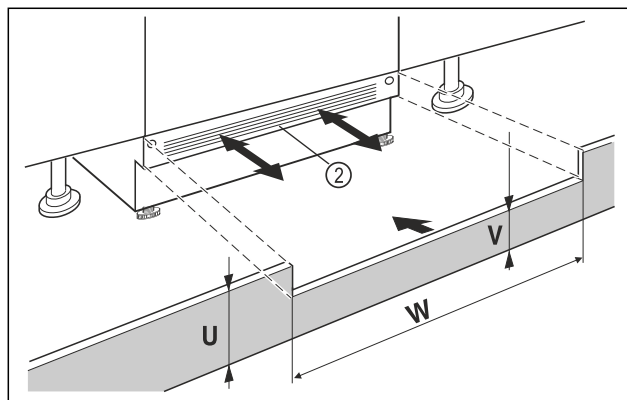

Fig. 14 Ilustrační zobrazení
- Nasadte krycí lištu spotřebiče Fig. 14 (2) ale ještě nepřipevňujte.
- U viditelné krycí lišty Fig. 14 (2) tuto lištu vytáhněte dopředu natolik, až jsou přední hrana větrací mřížky a nábytkové krycí lišty zarovnané.
- Při zakryté krycí liště Fig. 14 (2) tuto lištu zasuňte úplně dozadu.
- Dbejte a zcela volné větrací štěrby: V případě potřeby přirázte krycí lištu nábytku Fig. 14 (U) na potřebnou výšku!
- Podél šířky výklenku Fig. 14 (W) přizpůsobte výšku můstku Fig. 14 (V) pod krycí lištou spotřebiče Fig. 14 (2).